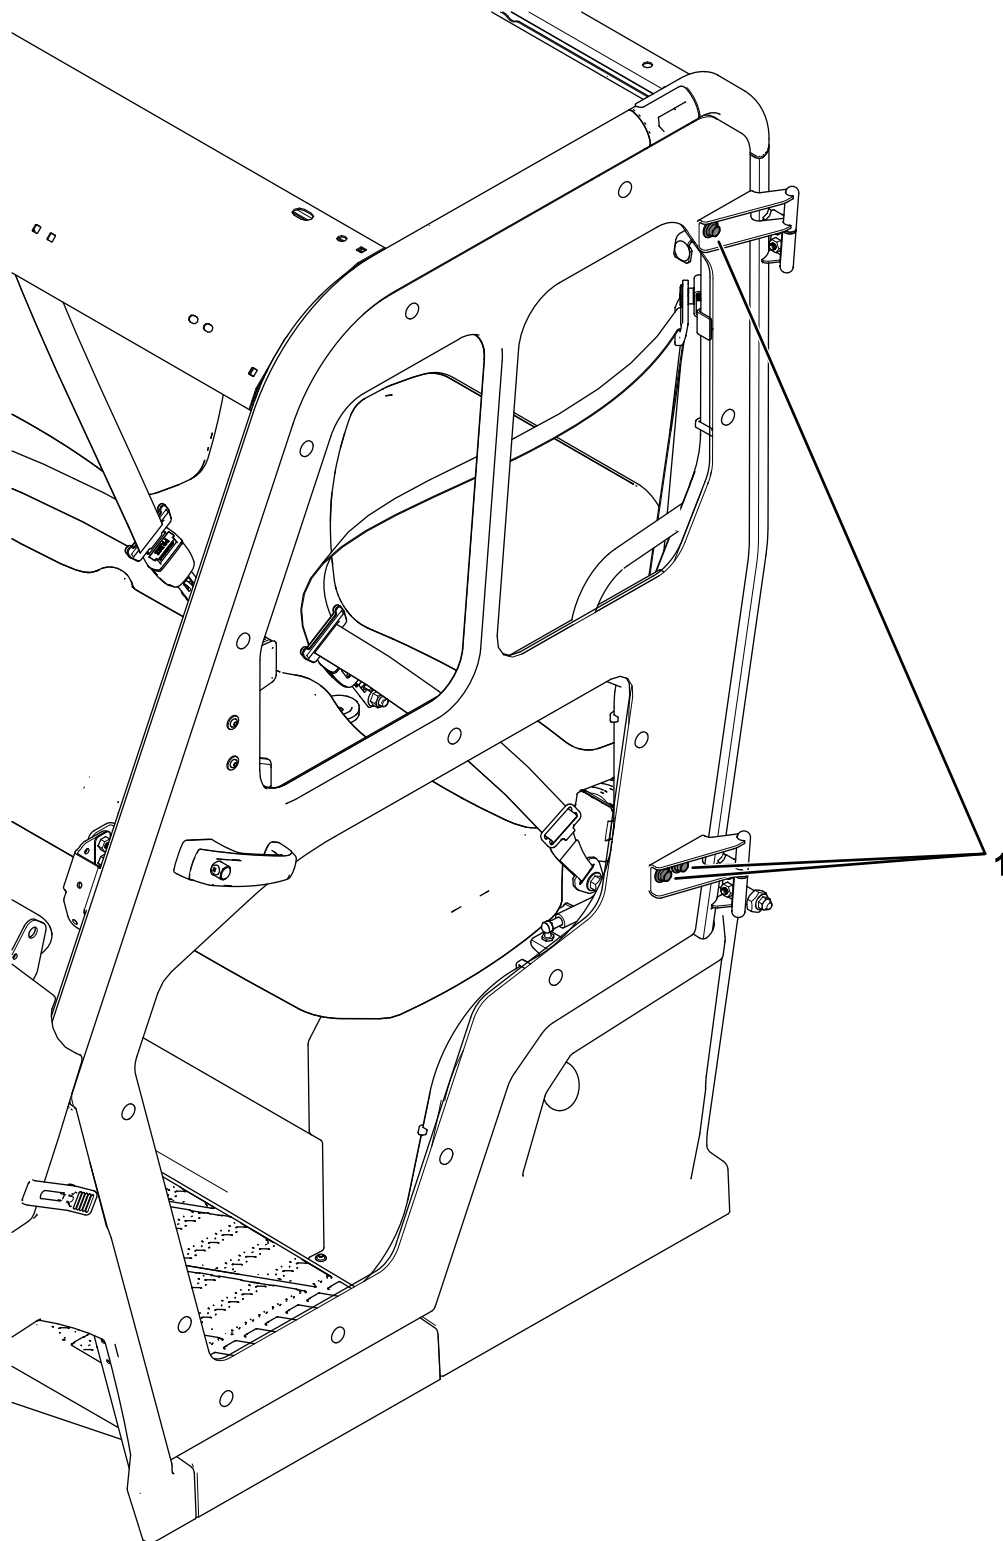

図 7
4. ドア蝶番の六角ヘッドボルトのうち 3 本をゆるめる 図 7。
その後に、 図 7 のドア蝶番用六角ヘッドボルトM8 x 25 mm3 本を 26 N·m 2.65 kg.m = 230 in-lb に